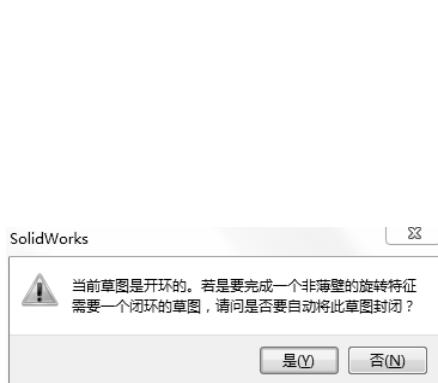

图 4-8 询问对话框
- [2] 单击特征工具栏上的【旋转】按钮，弹出询问对话框，如图 4-8 所示，单击“是”按钮，打开旋转凸台/基体操控板。